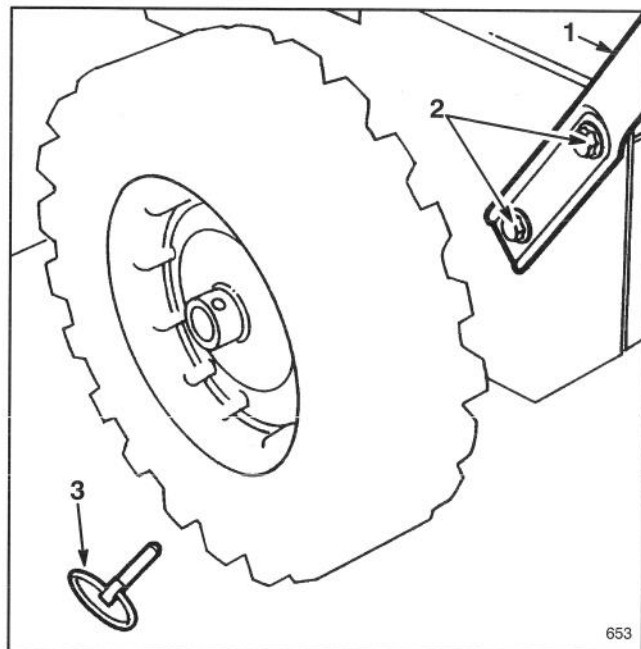

Figure 1
3. Présentez le mancheron gauche sur le côté de la machine, alignez les trous de montage sur ceux du panneau latéral et fixez à l'aide de deux boulons à tête et rondelles ondulées. Serrez à la main (Fig. 1).